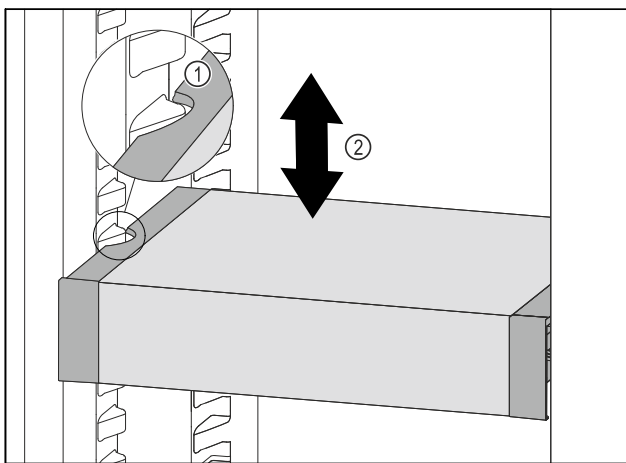

Fig. 123
- ▶ Tirer le VarioSafe vers l'avant jusqu'à ce que les encoches latérales du VarioSafe soient à la hauteur de la nervure du bac dans la partie réfrigérateur. Fig. 123 (1)
- ▶ Déplacer le VarioSafe vers le haut ou vers le bas dans la partie réfrigérateur jusqu'à ce que la hauteur souhaitée soit atteinte. Fig. 123 (2)